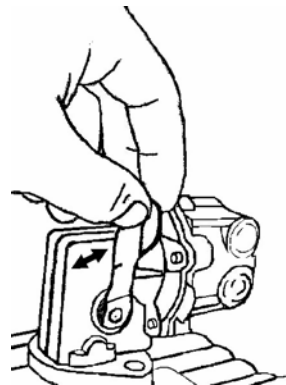

Fig. 5.3
- (1) Stellen Sie sicher, daß der Kraftstoffhahn geöffnet ist.
- (2) Für Motoren ausgestattet mit einem Ronim-V oder SMI, betätigen Sie mehrmals das Hebelchen an der Kraftstoffpumpe (Abb. 5.3). Die Entlüftung wird erschwert, wenn das Ventil der Handpumpe verstopft ist. Sollte dies der Fall sein, den Stift aus der Entlüftungsöffnung ziehen und das Endstück des Filterschlauches herausnehmen, danach das Ventil mit Druckluft reinigen.